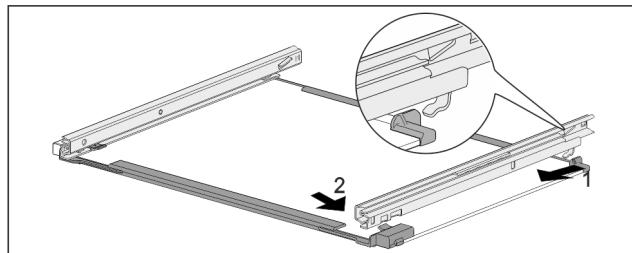

Fig. 134 Placa de sticlă cu șine
- ▶ Agătați șina în partea din spate. Fig. 134 (1)
- ▶ Înclicheazăți șina în partea din față. Fig. 134 (2)